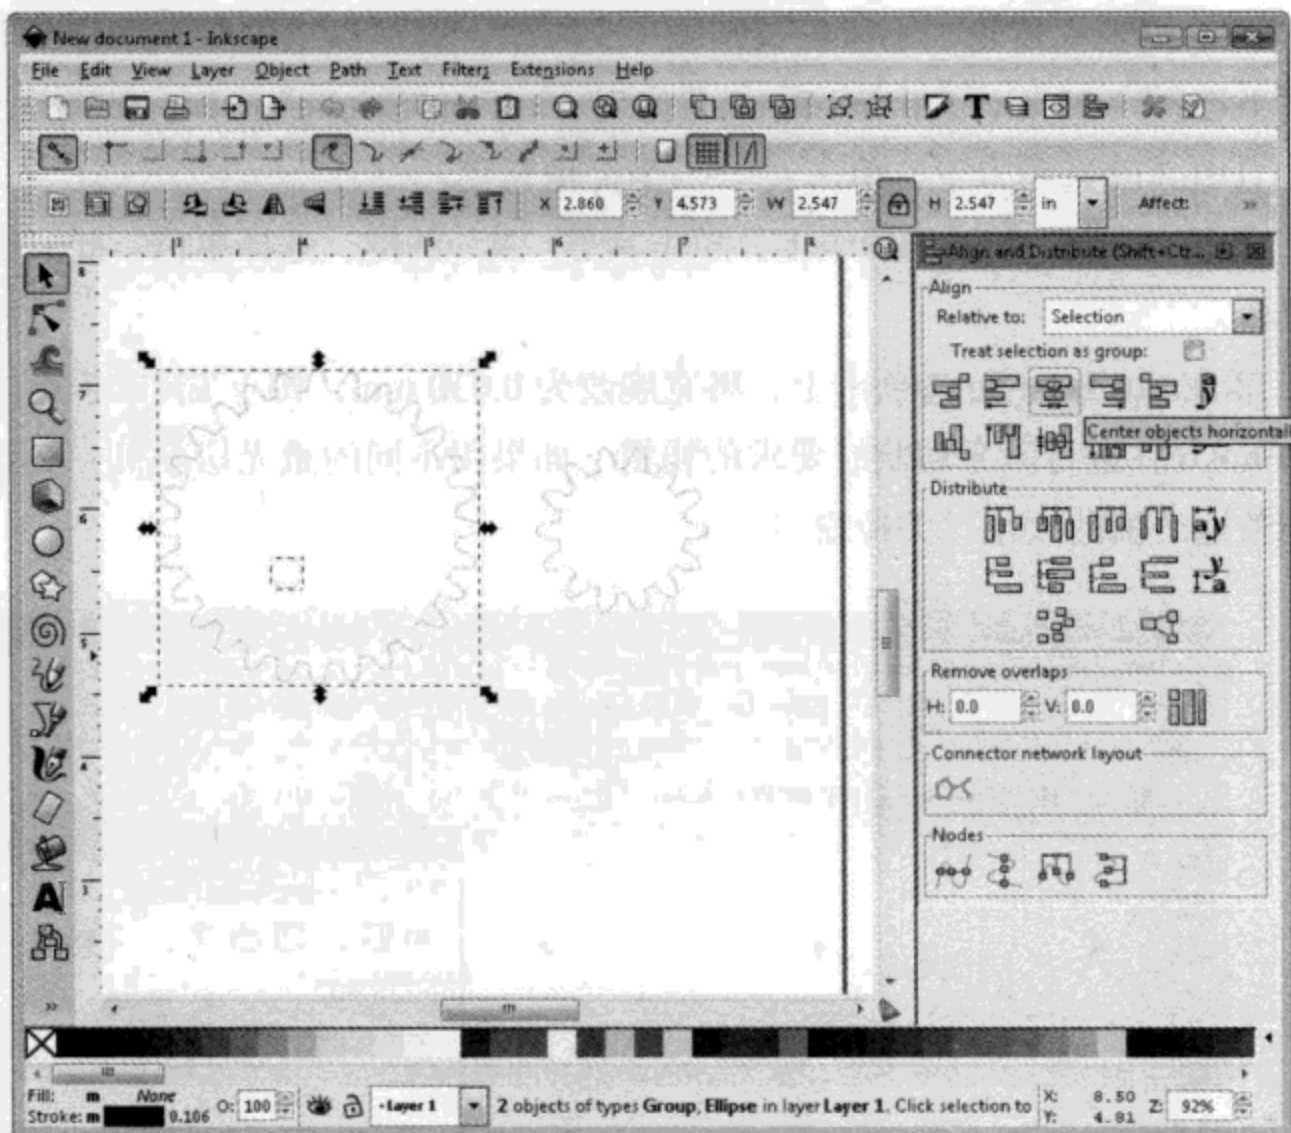

图7.32 将圆置于齿轮的正中心
(8) 这个圆需要放在齿轮的正中心。确保选择箭头是激活的，单击并且在在大齿轮和圆的周围拖一个方框，就可以选中它们。在菜单栏上选择“Object / Align and Distribute”，选择“中心水平对齐”（图 7.32 中高亮显示）。然后，再单击它正下方的工具，即“中心垂直对齐”。此时，孔在齿轮正中心的位置了。拷贝并且粘贴这个圆，重复这一步，就可以在另一个齿轮中设一个中心孔。
(9) 现在齿轮已经画完了，需要一个基座，基座上需要两个距离合适的孔，这样才能安装带有  $\frac{1}{4}$  in 木销的齿轮，让它们转起来。